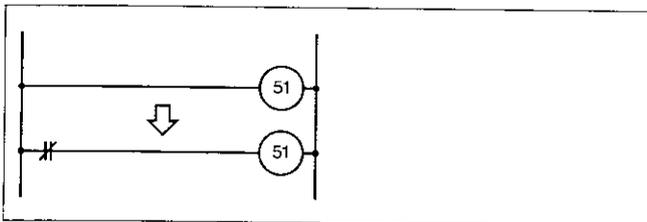

Bild 14.3
c) Ein Ausgang wie auch ein Zeitglied/Zähler kann nicht ohne Eingangsbedingung zugewiesen werden (Bild 14.3 oberer Teil: nicht erlaubte Zuweisung, Bild 14.3 unterer Teil: erlaubte Zuweisung).